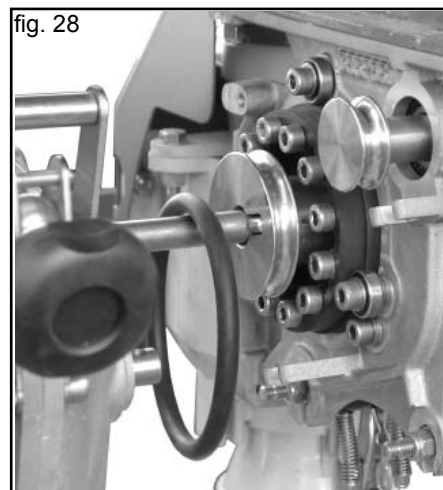

fig. 28
- Laisser simplement la courroie sur l'arbre de transmission (Fig. 28).